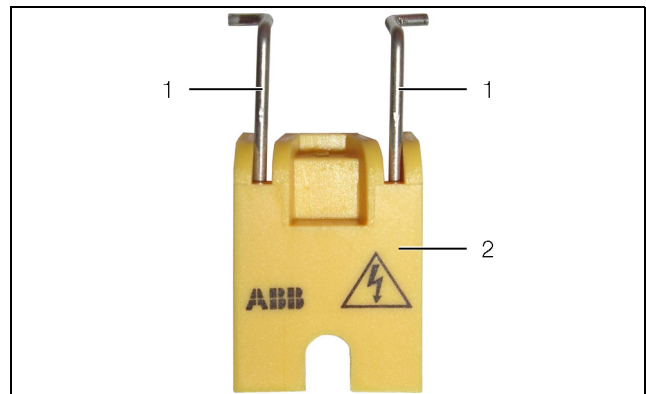

Abb. 8: Schaltsperrung aus dem Lieferumfang
- Drücken Sie die beiden Bügel (Abb. 8, Pos. 1) der Schaltsperrung ausreichend weit zusammen.